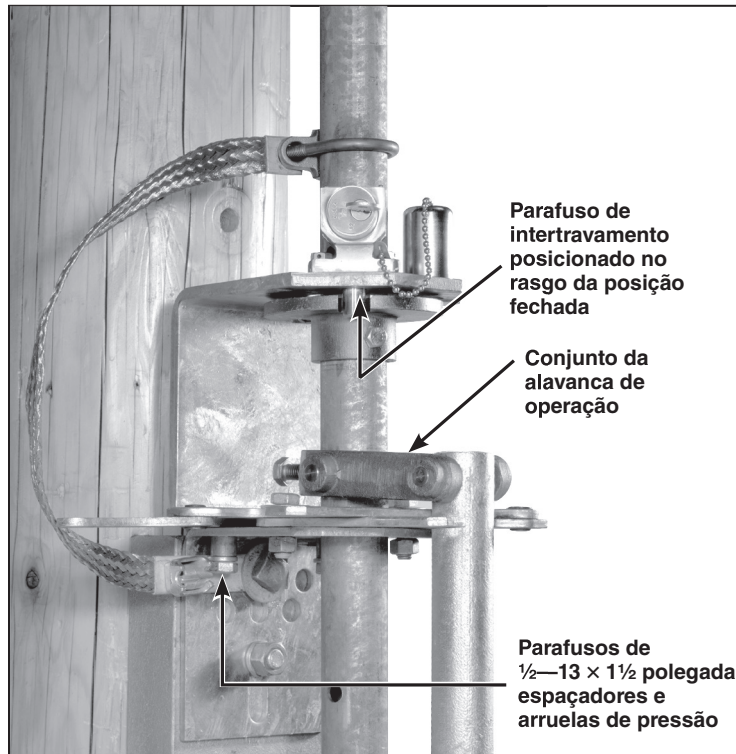

Figura 31. Fixação do conjunto da alavanca de operação.
PASSO 31. Prenda o conjunto da alavanca de operação à seção inferior do tubo de operação vertical usando os parafusos de ajuste perfurantes fornecidos. Ver Figura 31.